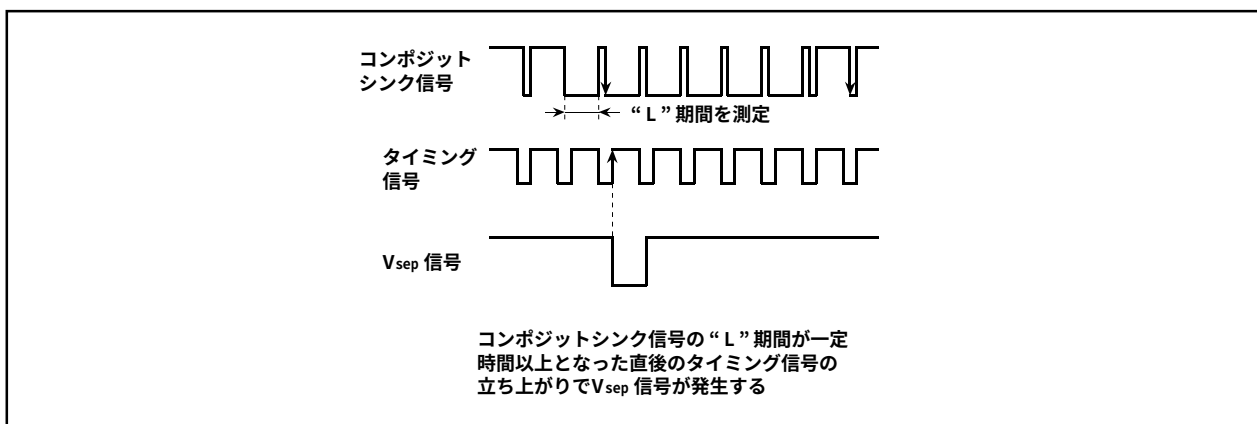

図2.14.6 Vsep発生タイミング（方法2）
- ・方法2 コンポジットシンク信号の“L”レベル幅を測定し、一定時間以上であれば、その“L”レベル直後のタイミング信号の“L”レベル期間中に、コンポジットシンク信号の立ち下がりがあるかを検出します。立ち下がりがある場合は、タイミング信号の立ち上がりで同期してVsep信号を発生します（図2.14.6参照）。
発生タイミングを図2.14.6に示します。図中のタイミング信号はタイミング発生回路が出力する基準クロックをもとに発生されます。